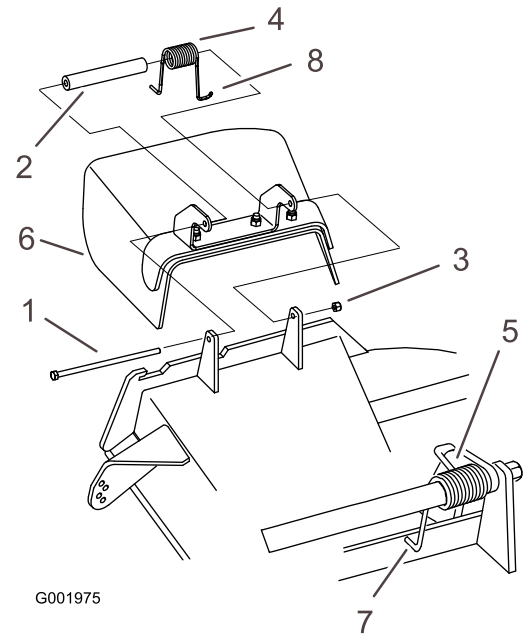

Figure 89
Remarque: Prenez soin de placer l'extrémité en L du ressort derrière le bord du plateau avant de mettre le boulon en place, comme indiqué à la Figure 89.
3. Remettez le boulon et l'écrou. Accrochez l'extrémité en J du ressort au déflecteur d'herbe (Figure 89).